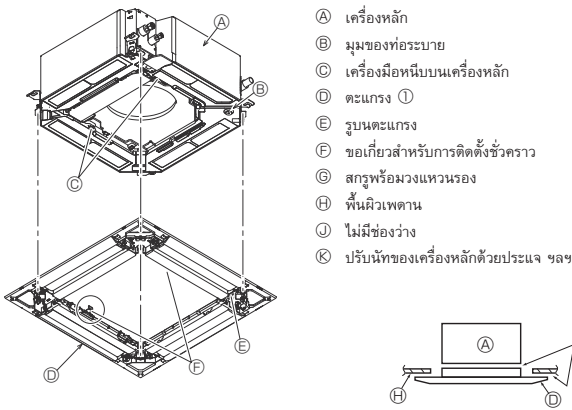

Fig. 9-6
### 9.4.2. การติดตั้งตะแกรงชั่วคราว (Fig. 9-6)
- ยึดตะแกรงเข้ากับเครื่องหลักโดยการขันสกรูก่อนติดตั้ง (Fig. 9-6)
ตรวจสอบให้แน่ใจว่าไม่มีช่องว่างระหว่างเครื่องหลักและตะแกรง หรือระหว่างตะแกรงและพื้นผิวเพดาน (Fig. 9-6)
- หลีกเลี่ยงขันสกรูแน่นเกินไป ให้ตรวจสอบว่าขอเกี่ยวตะแกรงสองอัน (Fig. 9-6) ยึดไว้แน่นเข้ากับขอเกี่ยวบนเครื่องหลักแล้ว